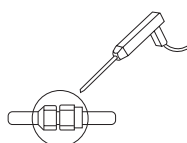

Abb. 7-2
- 7.4 Nach Herstellung der Verbindungen sind die Kupplungen auf eventuelle Kältemittel-Leckagen zu überprüfen bei Verwendung eines Leckstellensuchers, siehe Abb. 7-2.